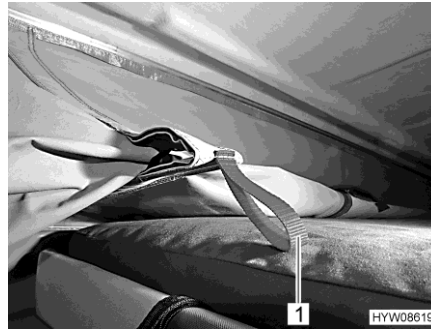

Fig. 23 Dispositif de rentrage
- Tirer la toile de tente vers l'intérieur par les pattes rouges (Fig. 23,1) du dispositif de rentrage.